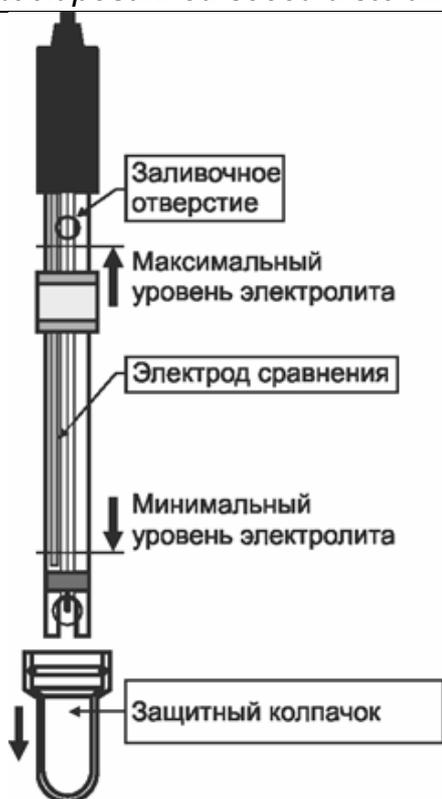
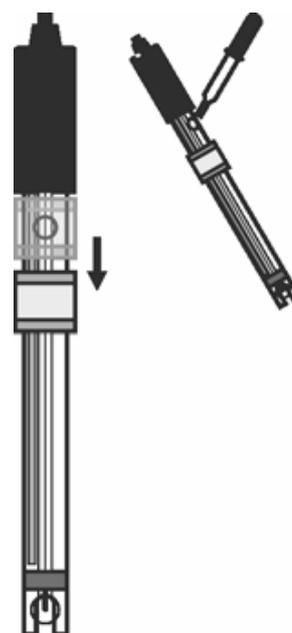

Рис. 1
Рис. 2
4.3 Проверить уровень электролита в электроде, он должен находиться в пределах, показанных на рис. 1. При необходимости в электрод следует долить раствор KCl с концентрацией 3 моль/дм³. Для этого нужно сдвинуть вниз защитный поясик, закрывающий заливочное отверстие и заполнить электрод электролитом до уровня заливочного отверстия (рис. 2).
5.3 Уровень электролита в электроде должен поддерживаться в пределах показанных на рис. 1. При необходимости электролит следует доливать в электрод через заливочное отверстие.